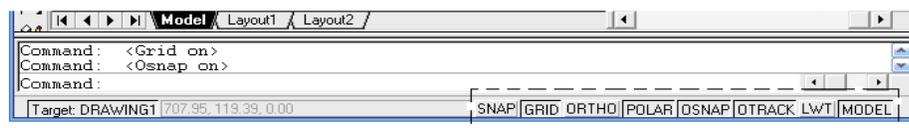

Figura 19
4. A Continuación comenzaremos con la construcción del bosquejo. En la barra de estado que se encuentra en la parte inferior de la ventana aparecen las palabras *SNAP*, *GRID*, *ORTHO*, *POLAR*, *OSNAP*, *OTRACK*, *LWT* y *MODEL*. Estos son botones de opciones del dibujo (*drawing aid options*). Como lo muestra la figura 19.